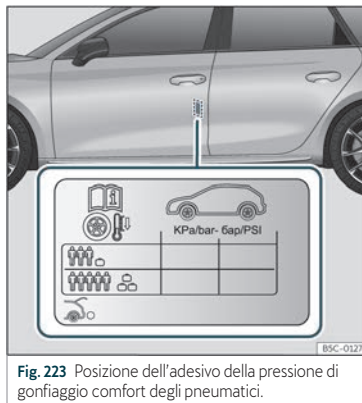

Fig. 223 Posizione dell'adesivo della pressione di gonfiaggio comfort degli pneumatici.
- Adattare la pressione degli pneumatici al carico del veicolo »» fig. 223.
I valori della pressione di gonfiaggio degli pneumatici sono riportati sull'etichetta adesiva situata nella zona posteriore del telaio della porta anteriore sinistra »» fig. 223.
Adeguare la pressione di gonfiaggio degli pneumatici al carico del veicolo. Se il veicolo verrà caricato al massimo, è necessario aumentare la pressione di gonfiaggio al valore di carico più elevato indicato sull'etichetta adesiva »» fig. 223.
Nel caso del ruotino di scorta (125/70 R16 o 125/70 R18), gonfiare a 4,2 bar come indicato nell'etichetta della pressione degli pneumatici »» fig. 223.
- Il conducente è responsabile che tutti gli pneumatici del veicolo siano gonfiati alla pressione corretta. La pressione di gonfiaggio consigliata è indicata in un adesivo »» fig. 223.
- Con gli pneumatici freddi, si deve mantenere sempre la pressione indicata sull'adesivo »» fig. 223.